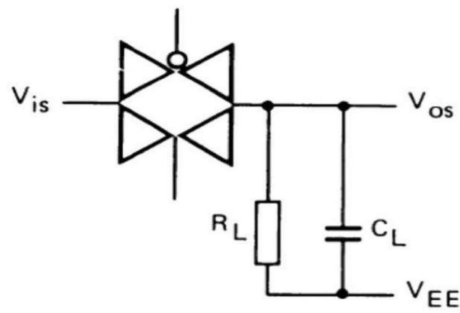

图 2
4. RL=10KΩ; CL=15pF; 通道开; Vis=VDD (P-P)/2 (正弦波, 在 VDD/2 处对称), fis=1KHz; 如图 2 所示
7. $R_L=1K\Omega$; $C_L=5pF$; 通道关; $V_{is}=V_{DD} (P-P) / 2$ (正弦波, 在 $V_{DD}/2$ 处对称); $20lg(V_{os}/V_{is})=-50dB$; 如图 2 所示